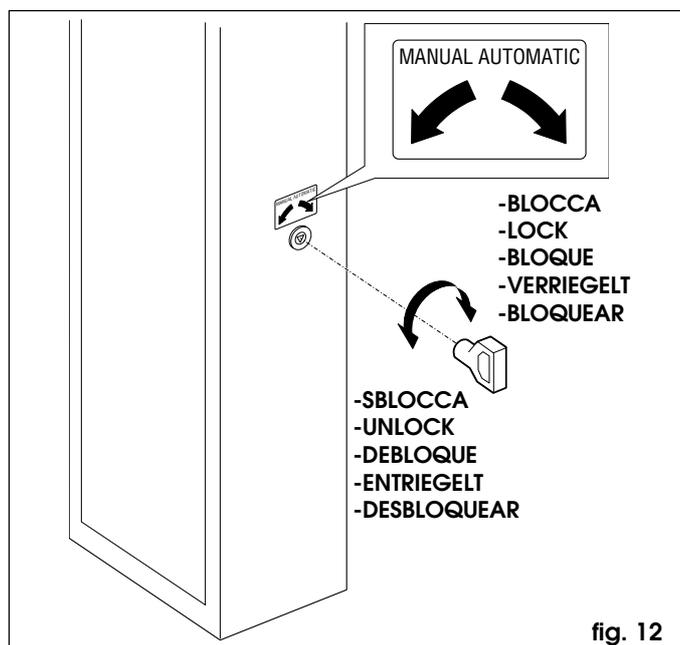

fig. 12
- Introduire la clé triangulaire standard (Fig.12) dans la serrure et la tourner d'1 tour dans le **sens inverse des aiguilles d'une montre**.